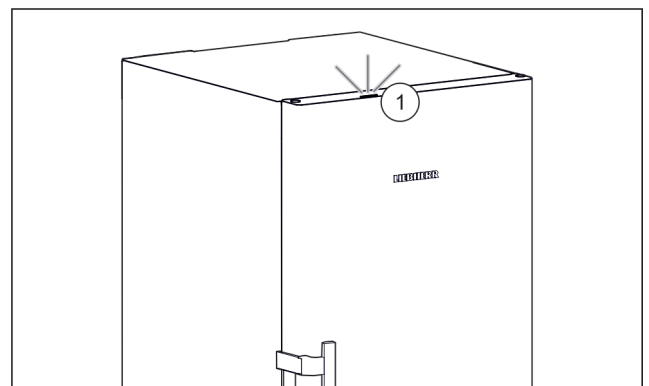

Fig. 4
Als u het apparaat in gebruik neemt, is het statuslicht Fig. 4 (1) af fabriek gedeactiveerd.*